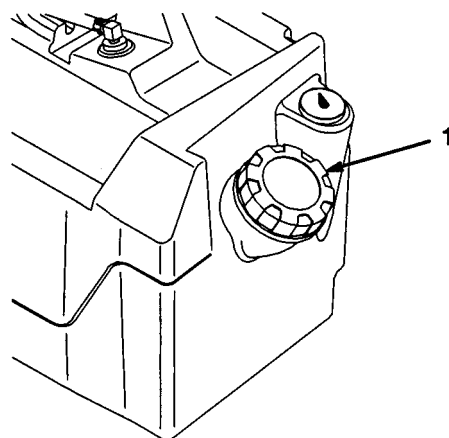

図 2
3. 量が不足していれば、給油口のキャップ（図2）を取ってディップスティックのFULLマークまで補給する。オイルを補給するときは少量ずつゆっくり入れる。入れすぎ厳禁。
2. 給油口の周囲をきれいに拭く（図2）。